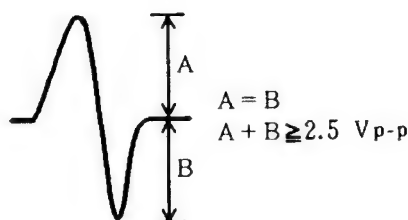

Figura 8
3. Contemplando la pantalla del osciloscopio, presione la tecla OUTPUT y observe durante un momento la forma de onda de la figura 8. Verifique si la amplitud es de 2,5Vp-p por lo menos y si la amplitud de las partes positiva y negativa son iguales. Como la forma de onda solamente sale durante un momento cuando se presiona la tecla OUTPUT, presione una y otra vez esta tecla hasta que logre comprobar la forma de onda.